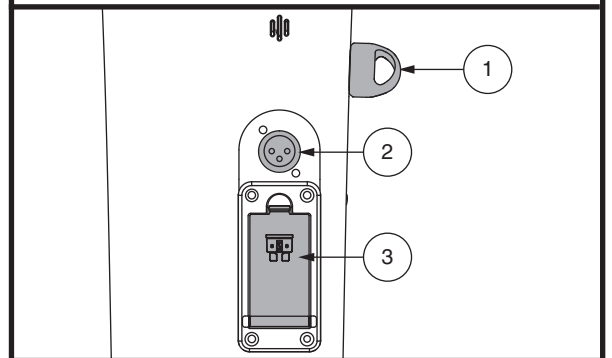

Figure 3. Composants de barre inférieure
**NOTE:** Les feux d'urgence clignotent et un bip sonore retentit tant que les feux d'urgence sont activés. Voir la figure 3 pour le contrôle du volume.